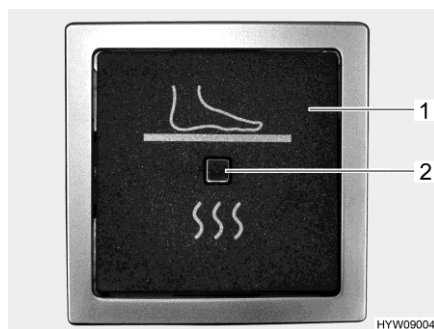

Fig. 137 Interruttore (riscaldamento elettrico del pavimento)
- Premere l'interruttore a bilico (Fig. 137,1). La spia di controllo nell'interruttore (Fig. 137,2) si accende.
- Premere l'interruttore a bilico (Fig. 137,1). La spia di controllo (Fig. 137,2) nell'interruttore si spegne.